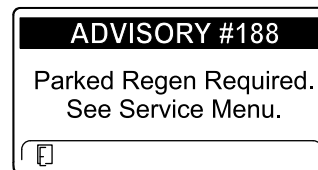

Figura 41
- Regenerare în stare de parcare solicitată ADVISORY #188 (recomandarea nr. 188) (Figura 41)